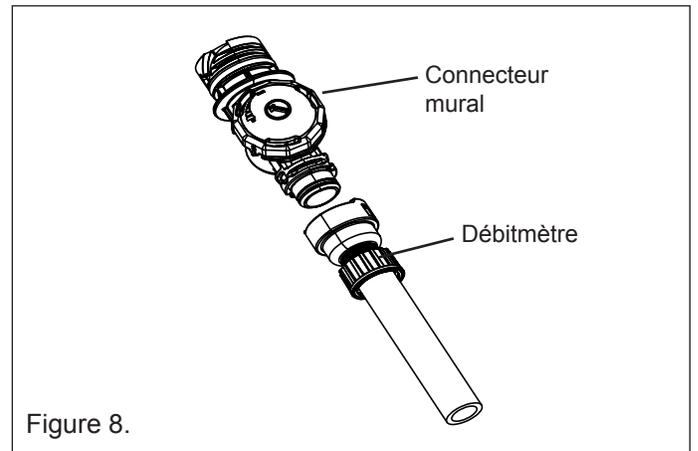

Figure 8.
1. Connectez l'assemblage des tuyaux au raccord mural. **Voir la Figure 8.** Puis connectez le raccord mural (avec le tuyau) à l'adaptateur mural. **Voir la Figure 8.** Prenez l'autre bout de l'assemblage des tuyaux et allez au point de la piscine le plus éloigné de l'adaptateur mural. **Pour éviter d'étirer le tuyau, laissez-le flotter sur l'eau de la piscine.** Mesurez l'excédent de longueur de tuyau (la portion de tuyau qui s'étend au-delà du bord de la piscine). Ceci détermine la longueur de tuyau à couper depuis les tuyaux d'alimentation semi-rigides (sections 2 et 3).